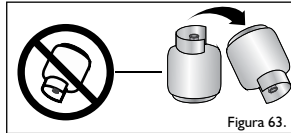

Figura 59.
- Cuando el cilindro de gas se agota, no lo invierta tratando de obtener un poco más de gas, porque en el fondo se van sedimentando suciedades, solventes con arena, que al pasar a las válvulas las rayan quitándoles la grasa lubricante, dando lugar a escapes posteriores (Ver figura 59).